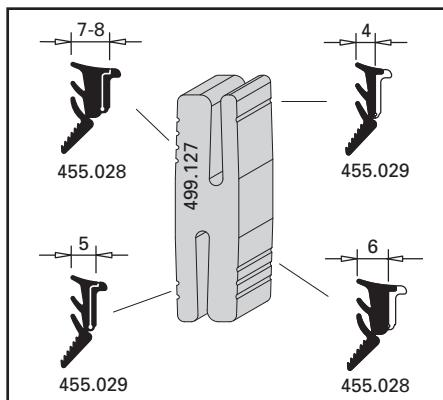

Abb. 23 / Fig. 23 / Fig. 23
- Einbaubreiten der Keildichtungen (siehe Abb. 23)
- Voir les largeurs des joints à bourrer fig. 23